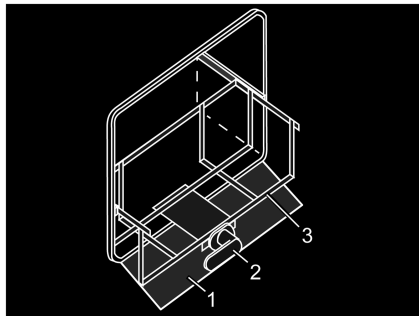

Fig. 140 Caja para bombonas de gas
- Si se dispone de una chapa protectora, plegar la chapa protectora (Fig. 140,1) hacia abajo.
- Desbloquear el carro (Fig. 140,3) a través del tirador (Fig. 140,2).
- Extraer el carro (Fig. 140,3) hasta el tope.
- Girar el tirador (Fig. 140,2) hacia atrás.
- Introducir el carro (Fig. 140,3) hasta el tope y girar el tirador (Fig. 140,2) hacia atrás.
- Si se dispone de una chapa protectora, plegar la chapa protectora (Fig. 140,1) hacia arriba.